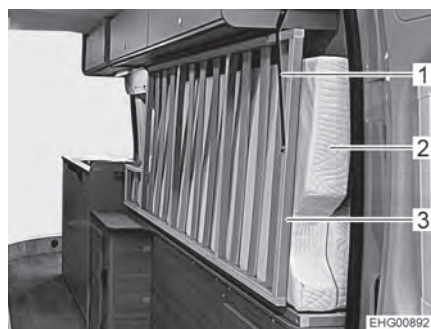

Bild 45 Rechtes Bett in Transportposition
- Matratze (Bild 45,2) des rechten Betts (in Fahrtrichtung gesehen) längs zusammenklappen und auf der Kante stehend ganz nach außen schieben (siehe Bild 45).
- Bettrost (Bild 45,3) des rechten Betts nach oben klappen.
- Hinteres Ende des Bettrosts mit Halteband (Bild 45,1) sichern.